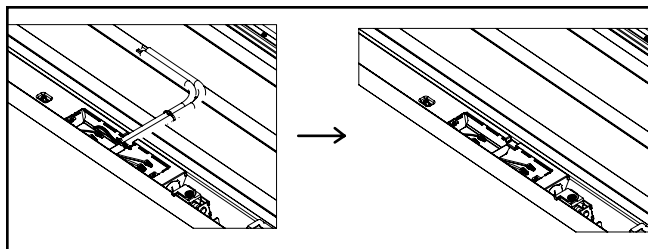

Figura 9.
5. Desconecte el cable flexible retirando las tuercas para cables. Deseche el cable flexible. Ver Figura 9.